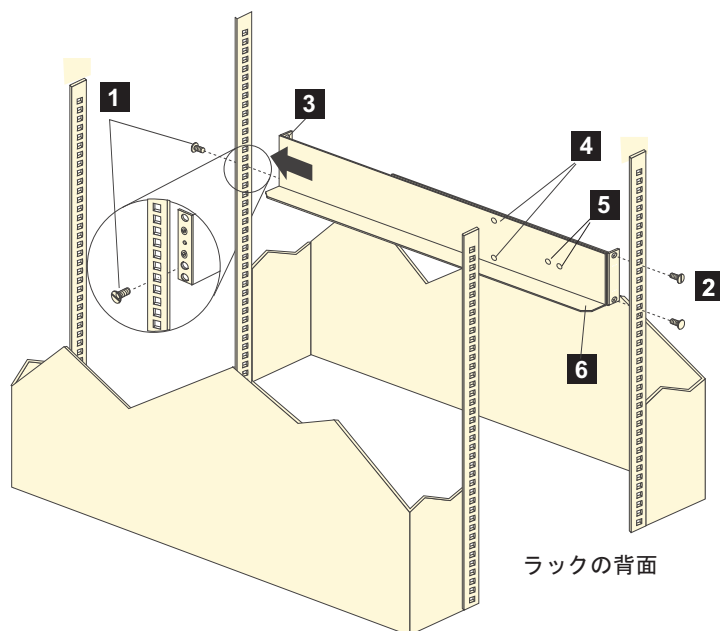

図 11. サポート・レールの取り付け
注: これらのステップを実行する際は、31 ページの図 11 を参照してください。
注: サポート・レールは「左」または「右」といったマークはされていません。しかし、個々のレールは、ラック・キャビネットの 1 つの側にのみ、正しくマウントできるようになっています。レールは調整ピンでラックの背面に取り付ける必要があります。31 ページの図 11 に左のサポート・レールの取り付けが示されています。
2. 4 個のねじをレールから取り外します (それぞれのレールの 2 個のねじ)。31 ページの図 11 の **4** を参照してください。これらのねじを取り外さないと、ストレージ拡張エンクロージャーはしっかり収まりません。